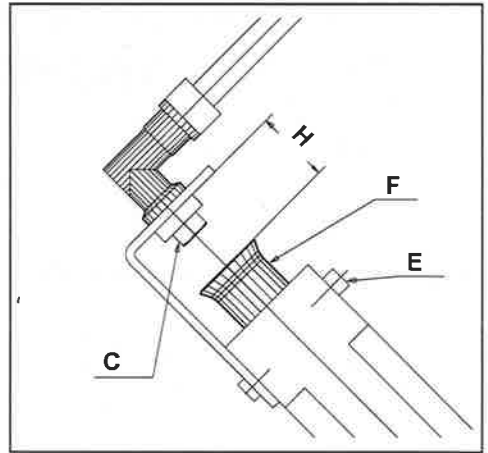

FIG. 2
3.2 RÉGLAGE DE L'AIR PRIMAIRE (fig. 2)
4.1 CHANGEMENT DE L'INJECTEUR DU BRÛLEUR PRINCIPAL (fig. 2)
4.1.1 BRÛLEUR PRINCIPAL (fig. 2)
4.2 RÉGLAGE DE L'AIR PRIMAIRE (FIG. 2)
La distance de réglage de l'air primaire nécessaire aux brûleurs du plan de cuisson est montrée à la figure 2 et indiquée dans les tableaux 2.